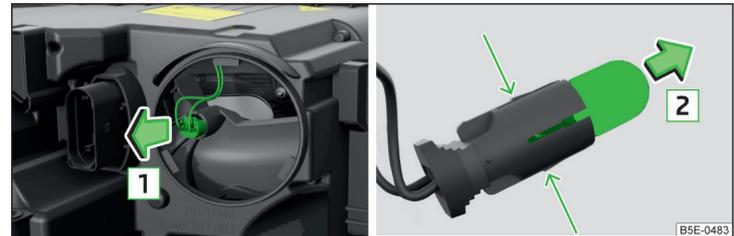

Abb. 222 Scheinwerfer mit Xenon-Licht: Glühlampe für zusätzliches Standlicht
- › Den Sockel mit der Glühlampe mit Wackelbewegungen in Pfeilrichtung **1** » Abb. 222 herausziehen.